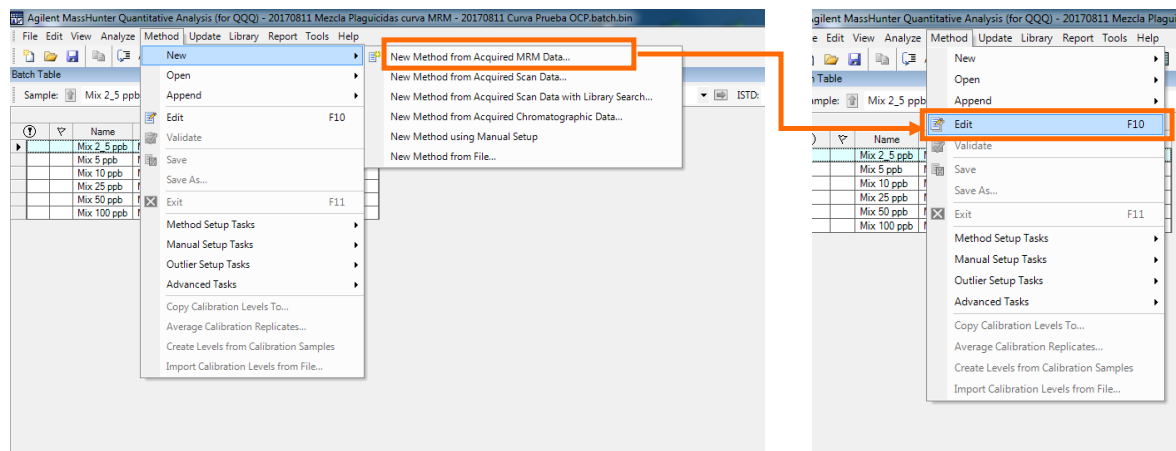

Figura 59. Crear método de análisis cuantitativo por MRM.
8.10.6. Crear método. Seleccionar **Method > New > New Method from Acquired MRM Data**. Como el método es nuevo primero se debe editar. De modo que debe seleccionar **Method > Edit**, véase **Figura 59**.